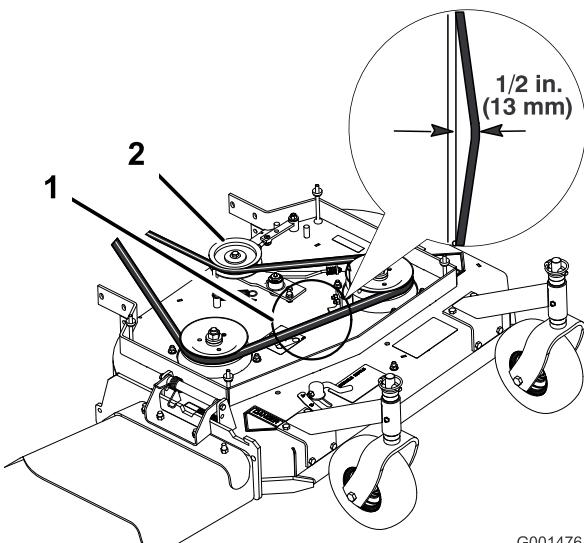
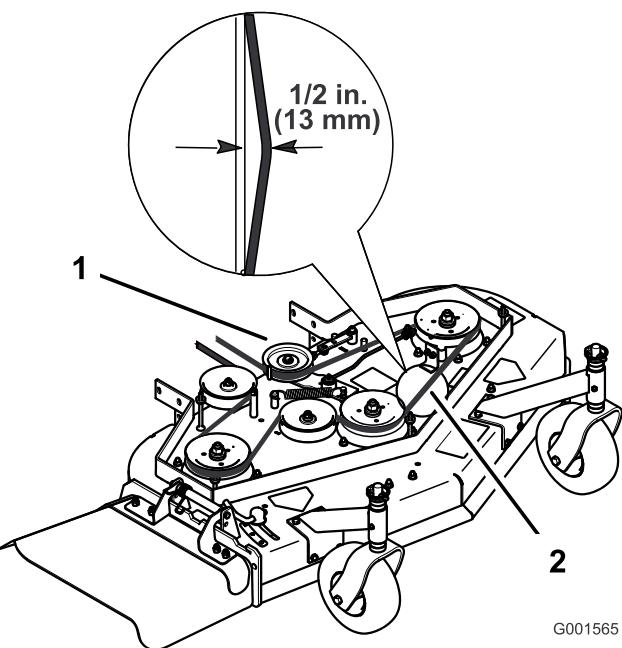

Figura 37
Figura 38
- Nota:** La tensión correcta de la correa del cortacésped es de 44-67 N (10-15 lbf) con la correa desviada 13 mm (1/2 pulg.) en el punto intermedio entre las poleas (Figura 37 o Figura 38).
3. Afloje la contratuerca del tensor (Figura 37).
4. Gire el tensor hacia la parte trasera del cortacésped para aumentar la tensión de la correa. Gire el tensor hacia la parte delantera del cortacésped para reducir la tensión de la correa (Figura 37).
Nota: La tensión correcta de la correa del cortacésped es de 44-67 N (10-15 lbf.) con la correa desviada 13 mm (1/2 pulg.) en el punto intermedio entre las poleas (Figura 37).
Nota: La tensión correcta de la correa del cortacésped es de 44-67 N (10-15 lbf.) con la correa desviada 13 mm (1/2 pulg.) en el punto intermedio entre las poleas (Figura 38).